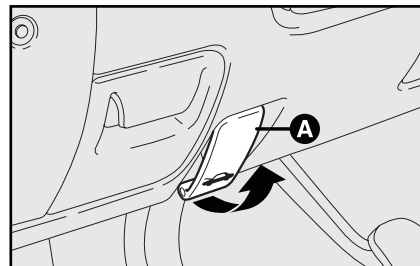

Abb. I33
- Den Hebel **A**, **Abb. I33** links von der Lenksäule in Pfeilrichtung ziehen.